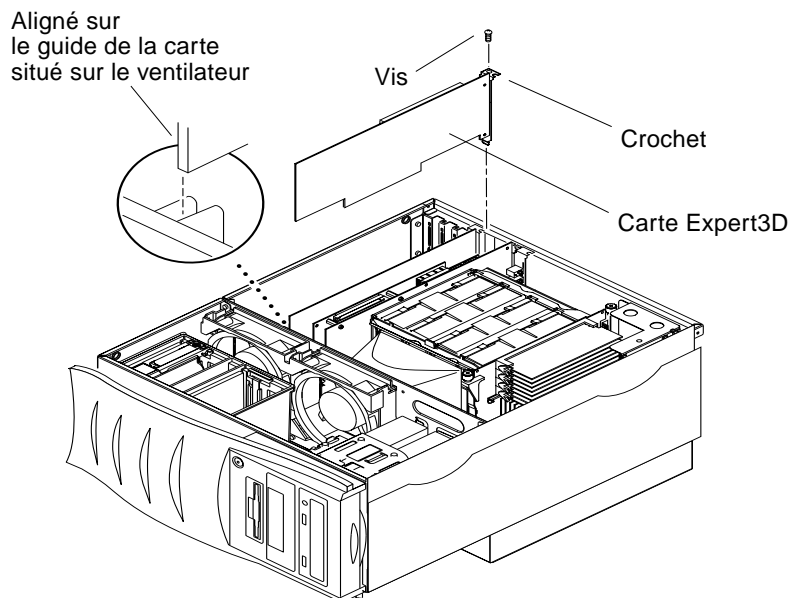

FIGURE 2-4 Installation de la carte graphique Expert3D dans un système Ultra 80
- b. Enfoncez la carte graphique Expert3D pour que le connecteur de la carte entre en contact avec le connecteur PCI associé situé sur la carte mère (FIGURE 2-4).